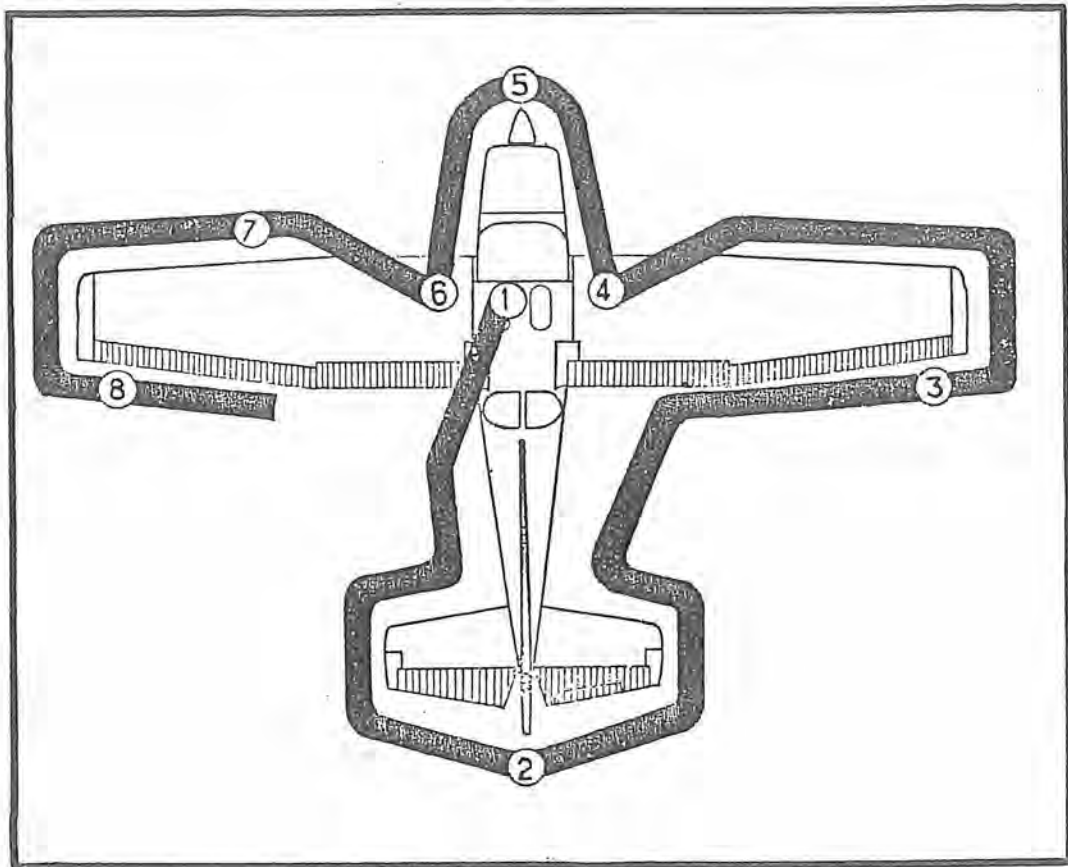

Figure 4-5
1. Faire le tour de l'appareil selon le schéma de la figure 4-5.